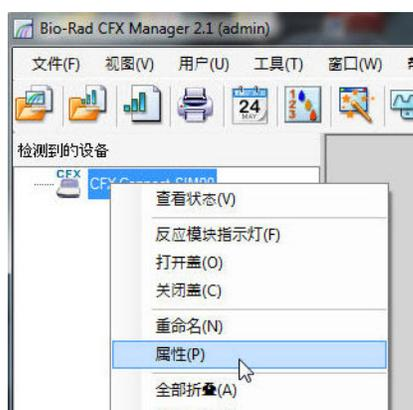

图 1. 浏览“检测到的设备”窗格窗口。
1. 在**检测到的设备**窗格窗口中，右键单击 CFX Connect 设备并选择**属性**（图 1）。